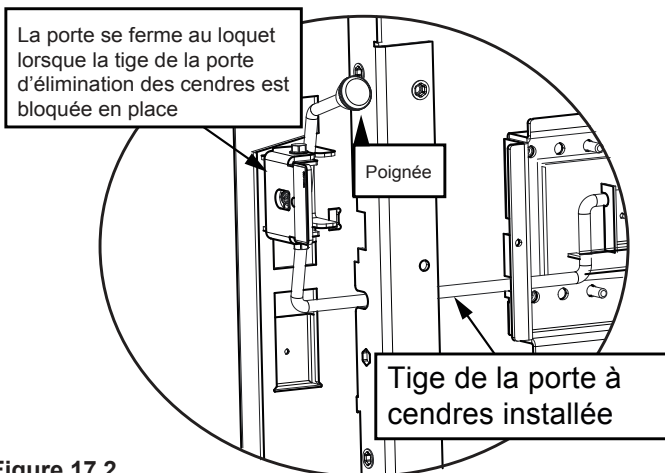

Figure 17.2
- Ajoutez le bouton à la tige de la poignée (**Figure 17.2 à la page 17**).
10. Ajoutez le bouton à la tige de la poignée (**Figure 17.2 à la page 17**).